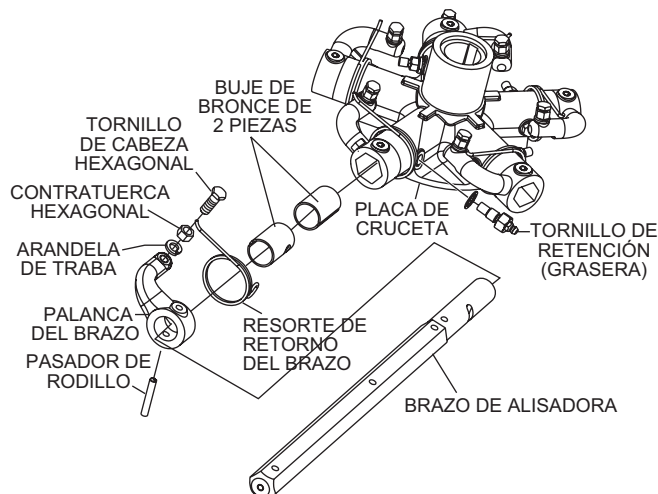

Figura 44. Quite el pasador de rodillo y la grasera Zerk
2. Cada brazo de alisadora se mantiene en posición en la placa de la cruceta (Figura 44) por medio de un perno de cabeza hexagonal (grasera Zerk) y un pasador de rodillo. Quite el perno de cabeza hexagonal y el pasador de rodillo de la placa de la cruceta.